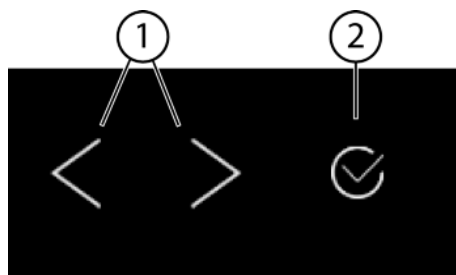
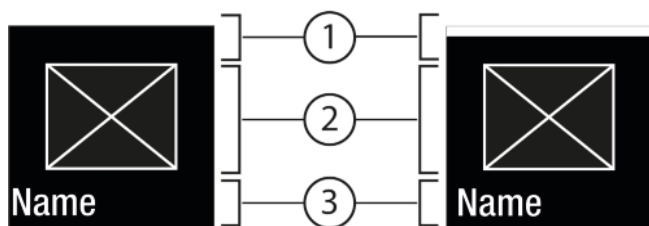
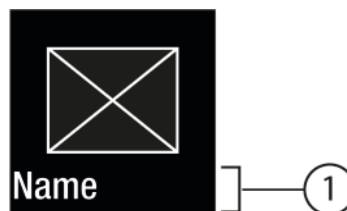

Fig. 5
Fig. 6
Fig. 7
- (1) Navigačná šípka vľavo/vpravo (2) Potvrdiť
**Navigačná šípka vľavo/vpravo** Fig. 5 (1):
**Potvrdiť** Fig. 5 (2):
- Navigujte pomocou navigačnej šípky vľavo/vpravo Fig. 5 (1).
- Pomocou Potvrdiť Fig. 5 (2) aktivujte Fig. 6 (1)/deaktivujte Fig. 6 (1) funkciu/nastavenie.
- Pomocou Potvrdiť Fig. 5 (2) vyvolajte podmenu Fig. 7 (4).
- Nastavenie novej hodnoty: Pomocou Potvrdiť Fig. 5 (2) vyberte deaktivovanú hodnotu Fig. 6 (1).
- Späť na menu: pomocou Potvrdiť Fig. 5 (2) vyberte už aktivovanú hodnotu Fig. 6 (2).
- ▶ Navigačné šípky *Fig. 5 (1)* stáčajte dovtedy, kým sa nezobrazí funkcia.
- ▶ Stlačte Potvrdiť *Fig. 5 (2)*.
- ▶ Navigačné šípky *Fig. 5 (1)* stáčajte dovtedy, dokým sa nezobrazí funkcia.
- ▶ Navigačnými šípkami *Fig. 5 (1)* zvolte hodnotu nastavenia.
- ▷ Stav: aktivovaná *Fig. 6 (1)* sa krátko objaví v podmenu *Fig. 7 (4)*.
- ▶ Navigačné šípky *Fig. 5 (1)* stáčajte dovtedy, kým sa nezobrazí nastavenie
- ▶ Navigačné šípky *Fig. 5 (1)* stáčajte dovtedy, kým sa nezobrazí požadované nastavenie.
- ▶ Na 3 sekundy stlačte Potvrdiť *Fig. 5 (2)*.